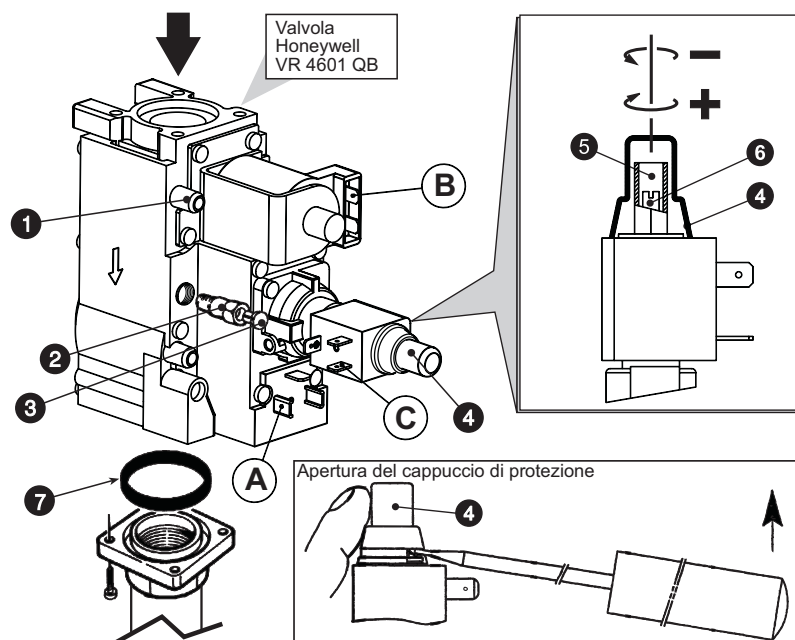

рис. 8 -
Регулировка давления выполняется при работающем котле с помощью соответствующего регулятора, имеющегося на однокасадных газовых клапанах (см. Рис. 8).
3. Раскрутите защитный колпачок регулятора давления 4 на Рис. 8.
1. Медленно поверните по часовой стрелке рукоятку регулировочного термостата до 1-го щелчка; газовый клапан будет запитан только на соединения А и В (см. Рис. 8).
2. Воздействуя на винт 6 Рис. 8 привести давление в соответствие со значениями из таблицы технических данных в параграфе 4.3.
1. Поверните ручку регулировочного термостата на максимальное значение; теперь газовый клапан будет запитан на соединения А, В и С (см. Рис. 8).
2. Воздействуя на винт 5 Рис. 8 привести давление в соответствие со значениями из таблицы технических данных в параграфе 4.3.
2. Снимите с газового клапана маленький колпачок 3 ( Рис. 8), установите на клапан регулятор "STEP" зажигания 2, находящийся в комплекте перенастройки, и наденьте на него колпачок 4.
Осуществляется выполнением описанных выше операций, сняв регулятор зажигания "STEP" 2 на Рис. 8 с газового клапана; колпачок 3 Рис. 8 должен устанавливаться непосредственно на клапан.